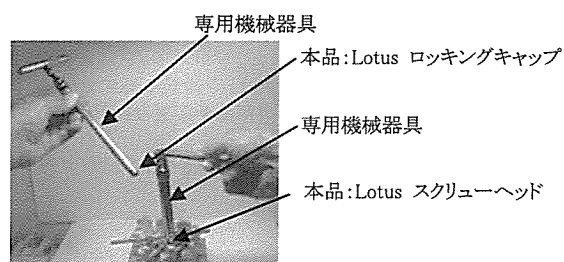

図 4
(2)筒状を呈する専用機械器具の管内へ通し、本品:Lotus スクリューヘッドの上に設置する(図 4)。